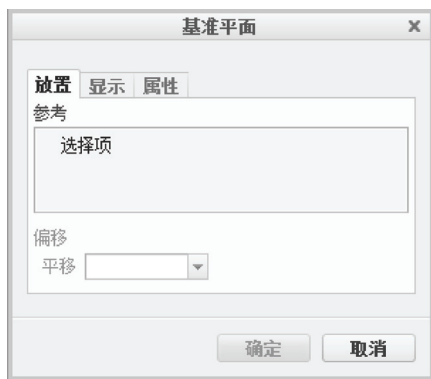

图 5-5 “基准平面”对话框
STEP 03 弹出“基准平面”对话框, 如图 5-5 所示。